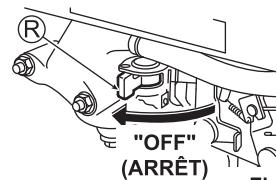

Fig. 16
- Placez le robinet de carburant (R) sur "OFF"(ARRÊT). (Voir Fig. 16)